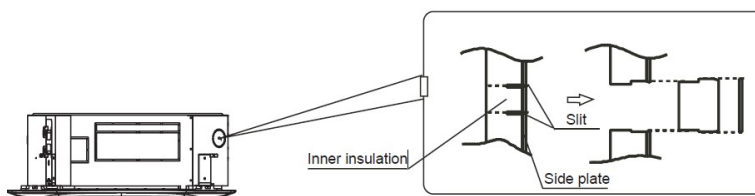

Fig.5-4
- Skär av den inre isoleringen för håldelen med en tillskärare. (Referera till bild 5-4), sid 13.